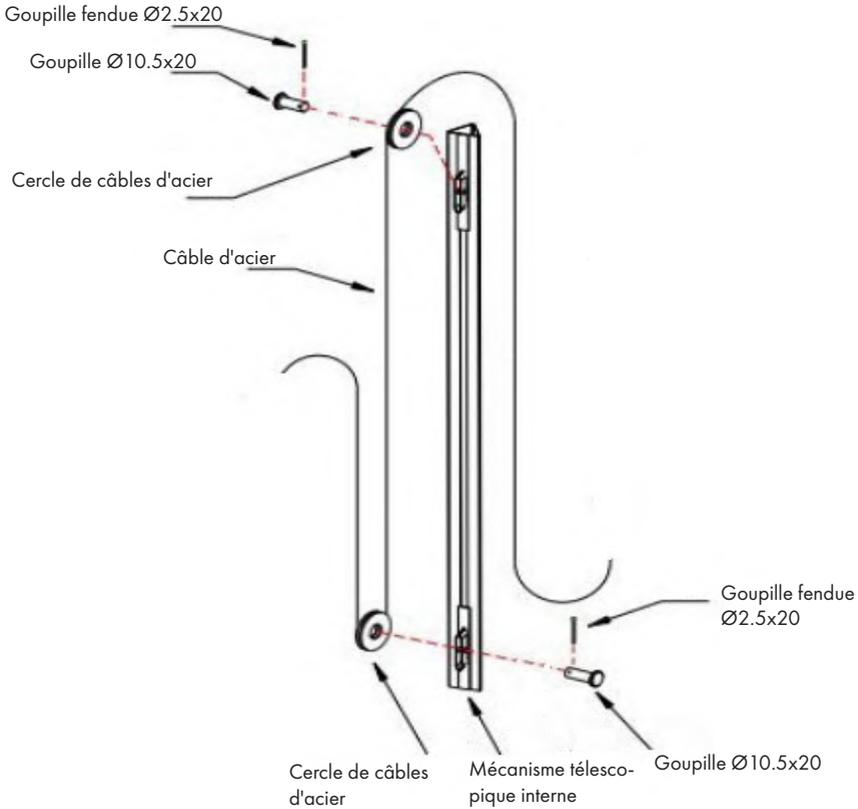

Figure 16
- Continuer à insérer le câble dans le mécanisme télescopique interne (qui a été retiré lors d'une étape précédente). Passer le câble à l'intérieur de ces mécanismes et insérer le cercle de câble en acier de manière à ce que le câble passe à travers son rayon. Enfin, effectuez les connexions à l'aide d'une goupille $\varnothing 10,5 \times 20$ et d'une goupille fendue $\varnothing 2,5 \times 20$, comme indiqué à la figure 16.